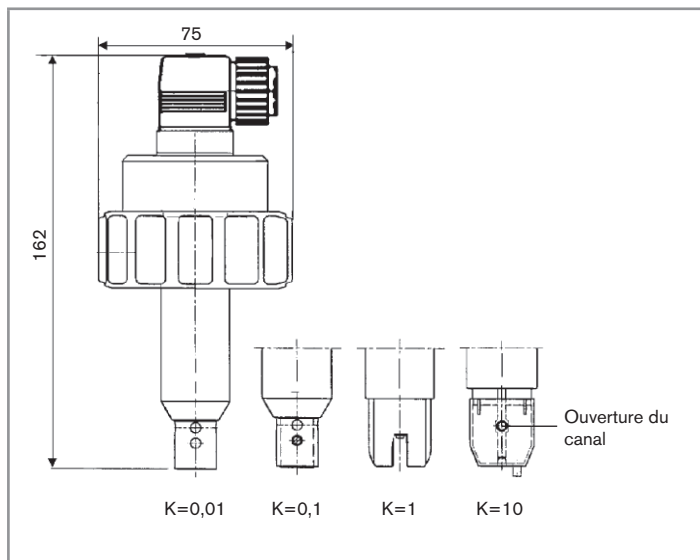

Fig. 2 : Dimensions de l'appareil [mm]
- Pour l'électrode de constante  $K=10$ , orienter l'ouverture du canal (voir Fig. 2, chap. 6.3) face au fluide.